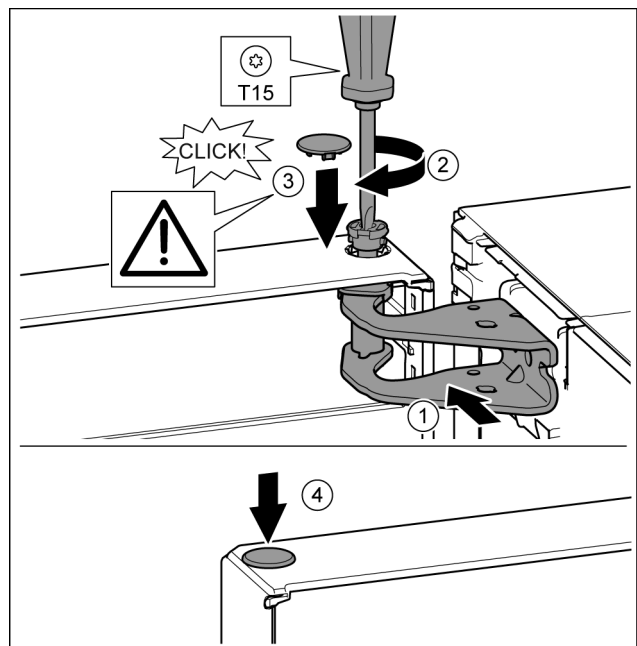

Fig. 20
- ▶ Aliniați ușa sus spre deschizătură în suportul de lagăr. Fig. 20 (1)
- ▶ Introduceți bolțul și înșurubați-l ferm cu șurubelnița T15. Fig. 20 (2)
- ▶ Montarea capacului de siguranță pentru siguranța ușii: Introduceți capacul de siguranță și controlați dacă este așezat pe ușă. În caz contrar, introduceți complet bolțul. Fig. 20 (3)
- ▶ Introduceți dopul. Fig. 20 (4)